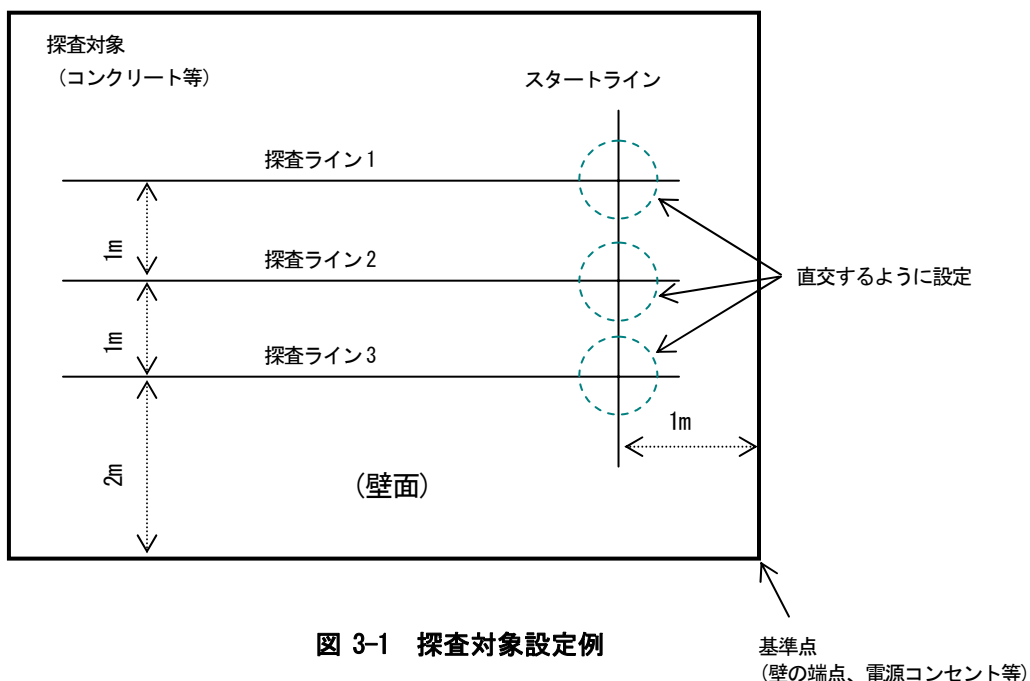

図 3-1 探査対象設定例
探査対象(壁面等)にスタートライン、探査ラインをチョーク等で設定してください。この時、スタートラインと探査ラインは直交させてください。必要に応じて再探査を可能とするために、スタートライン、探査ラインは壁の端点等を基準として設定してください。図 3-1に探査対象設定例を示します。
センサー本体の側面 LED (図 1-2 ⑪と⑰参照) を探査対象のスタートライン (図 3-1 参照) に、前後 LED (図 1-2 ⑫と⑱参照) を探査ライン (図 3-1 参照) に合うように置いてください。